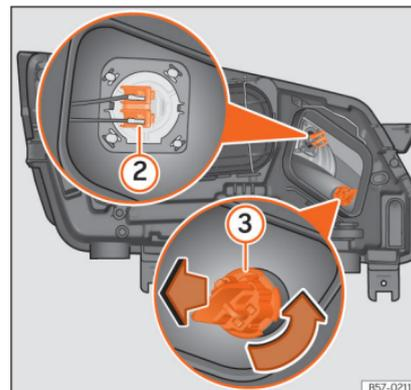

Abb. 56 Im Motorraum: Glühlampe Fernlicht ② und Glühlampe Blinker ③.
- Drücken Sie den Stecker »» **Abb. 56 ②** seitlich nach links oder rechts und ziehen Sie.
- Drehen Sie den Lampenträger »» **Abb. 56 ③** nach links und ziehen Sie.